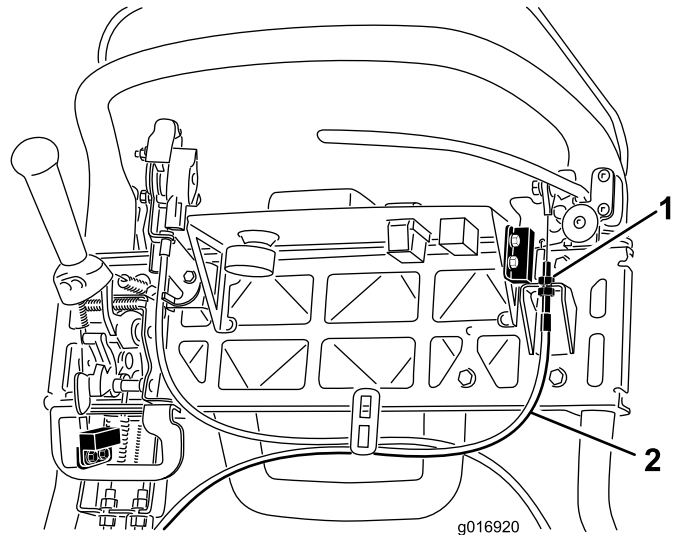

图39
3. 要增加拉线的张力，请拧松上部拉线锁紧螺母并拧紧下部拉线锁紧螺母(图39)，直至为了松开驻车刹车锁定装置，需要对刹车制动杆手柄施加 35 磅（156 牛）的力。切勿调整过度，或致使刹车带拖磨。